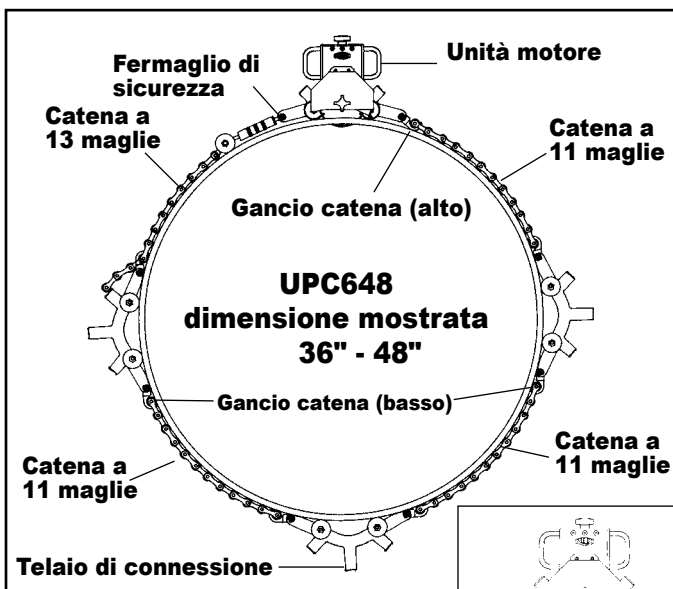

FIG. 5
3. Collegare il gruppo catena a maglie e tenditore all'unità motore con il fermaglio di sicurezza. Estendere il tenditore fino alla posizione più esterna. (Fig. 5)
6. Se il taglio dei tubi richiede i telai di connessione e le catene a 11 maglie (UPC636 e UPC648), preassemblare i ganci della catena ai telai di connessione in alluminio con i ganci catena orientati verso il basso. Tornare al passaggio 5 e accertarsi di spaziare i telai di connessione in maniera **equidistante** rispetto all'unità motore. (Fig. 5)